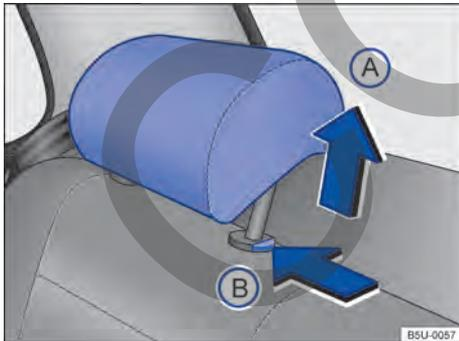

Fig. 60 Apoyacabezas traseros: desinstalar.
- Presionar la tecla → fig. 60 (B) en el sentido de la flecha. Retire el apoyacabezas presionando el botón.
- Empuje el apoyacabezas hacia abajo con el botón → fig. 60 (B) presionado.